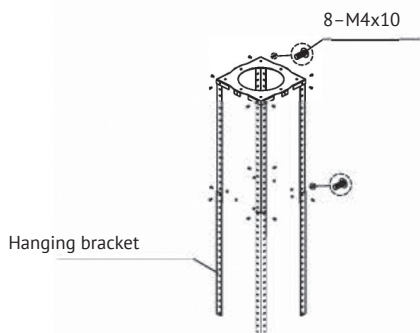

Abb. 2
2. Auf die richtige Höhe einstellen, den Bügel anschließen und an den Aufhänger anbringen. Siehe Abbildung 2.